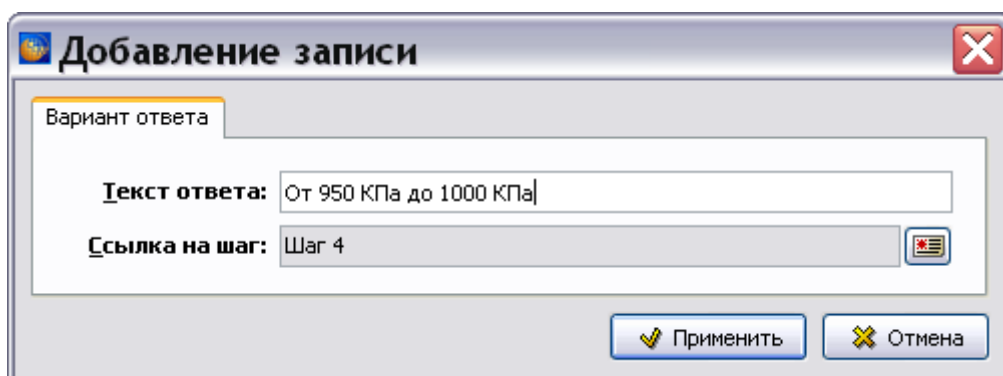

Рис. 8.28
11. Выберите шаг, описывающий действия при указанной величине давления в шине. Нажмите на кнопку  **Установить ссылку**. Произойдет возврат в диалоговое окно **Добавление записи** (Рис. 8.28).